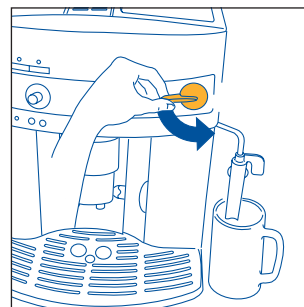
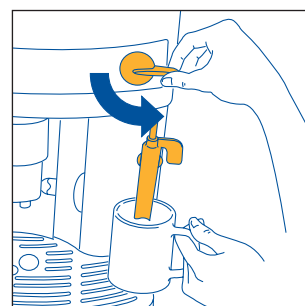
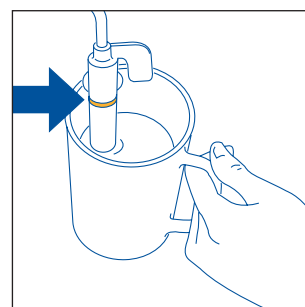

Abb.5
Abb.23
Abb.24
3. **SOFORT DANACH, INNERHALB VON 30 SEKUNDEN**, den Dampfdrehknopf nach links bis zum Anschlag drehen (Abb. 5) (es ist vollkommen normal, wenn hierbei die Maschine laut wird).
- Den Dampfdruckknopf um eine halbe Umdrehung nach links bis zum Anschlag drehen (Abb. 5): Das heiße Wasser tritt aus dem Milchaufschäumer heraus und läuft in den darunter stehenden Behälter.
- **Sofort danach, und zwar innerhalb von maximal zwei Minuten** (andernfalls kehrt die Maschine wieder automatisch zur Funktion „Kaffee“ zurück), den Milchaufschäumer in das Gefäß mit der Milch eintauchen (Abb. 23), wobei darauf zu achten ist, dass die auf dem Milchaufschäumer eingetragene Linie nicht eingetaucht wird (angezeigt durch den Pfeil in Abb. 24). Dann den Dampfdrehknopf um eine halbe Umdrehung nach links bis zum Anschlag drehen (Abb. 5). (Passen Sie auf, dass Sie sich nicht verbrühen). Aus dem Milchaufschäumer entweicht der Dampf, der die Milch aufschäumt und ihr eine cremige Konsistenz verleiht. Um einen cremigeren Milchschaum zu erhalten, den Milchaufschäumer in die Milch eintauchen, und das Gefäß langsam von unten nach oben bewegen. (Es wird empfohlen, nicht länger als 2 Minuten Dampf zu beziehen).
- Einige Sekunden lang etwas Wasser oder Dampf austreten lassen, indem Sie den Dampfdrehknopf bis zum Anschlag nach links drehen (Abb. 5). Dadurch lässt das Dampfrohr eventuelle Milchrückstände, die sich im Innern abgesetzt haben, ab. **WICHTIG:** Aus hygienischen Gründen wird empfohlen, diesen Vorgang stets durchzuführen, um zu vermeiden, dass sich Milch im Innern des Milchaufschäumers absetzt.